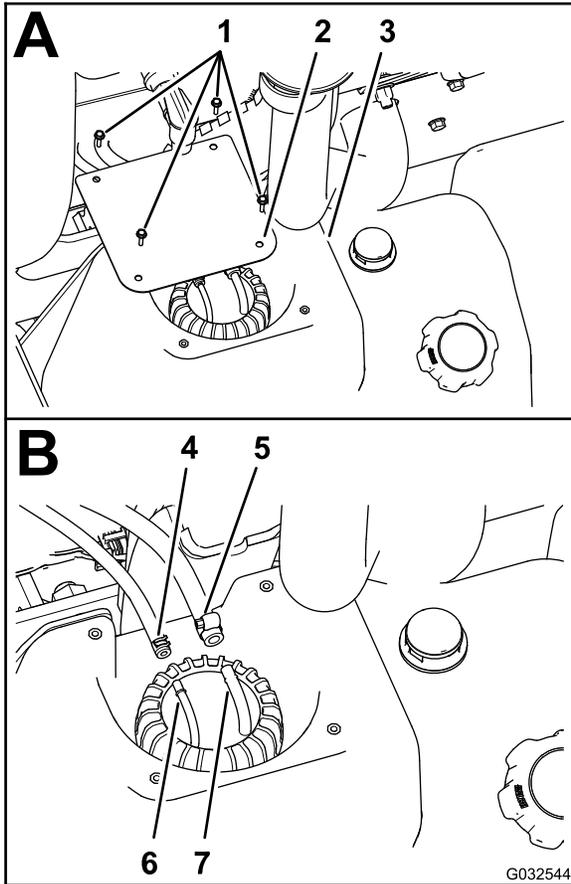

Figura 77
2. En el depósito de combustible, retire los 4 tornillos (N° 10 x 3/4") que sujetan la tapa a la parte superior del depósito de combustible, y retire la tapa (Figura 77, A).
3. Afloje las abrazaderas que sujetan las 2 mangueras de combustible a los 2 acoplamientos de manguera, en la parte superior del conjunto de tuberías de combustible (Figura 77, B).
de la manguera en un recipiente de combustible homologado (Figura 77, B).
4. Monte la manguera de combustible de 6,4 mm sobre el acoplamiento de manguera de 6,4 mm, y sujete la manguera al acoplamiento con la abrazadera (Figura 77, B).
5. Monte la manguera de combustible de 8 mm sobre el acoplamiento de manguera de 8 mm, y sujete la manguera al acoplamiento con la abrazadera (Figura 77, B).
6. Monte la tapa en el depósito (Figura 77, A) con los 4 tornillos (Nº 10 x 3/4") que retiró en el paso 2 de Retirada del filtro de combustible del depósito (página 64).